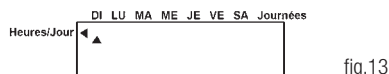

fig.13
- Maintenant, sur la partie haute de l'écran apparaîtra un petit triangle qui indique le jour (fig. 13).